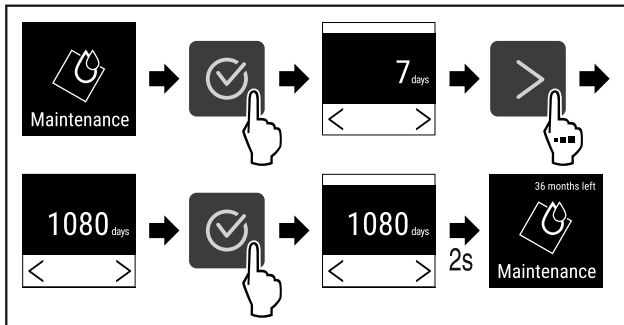

Fig. 75
- ▶ Suivre les étapes (voir Fig. 75).